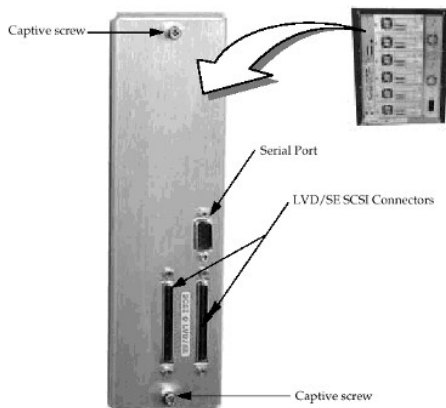

Figure 5. PCBA d'interface SCSI de l'hôte
Étape 1 Connectez le câble d'interface série au PC et au port série situé sur la carte SCSI de circuits imprimés (PCBA) de la bibliothèque. Reportez-vous à la Figure 5.